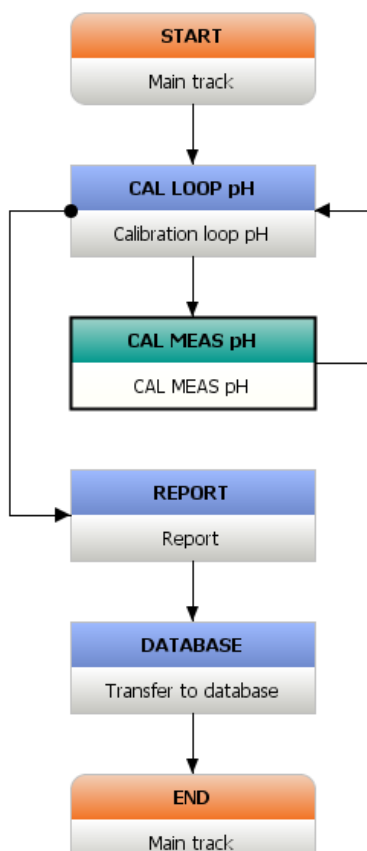

Figura 2. Secuencia de comandos del método “Verification electrode with NBS buffers”.
- Crear el método siguiendo las instrucciones del tutorial del software (Metrohm, 2016b) y las instrucciones del Anexo 1 para la configuración de cada comando del método (Figura 2).